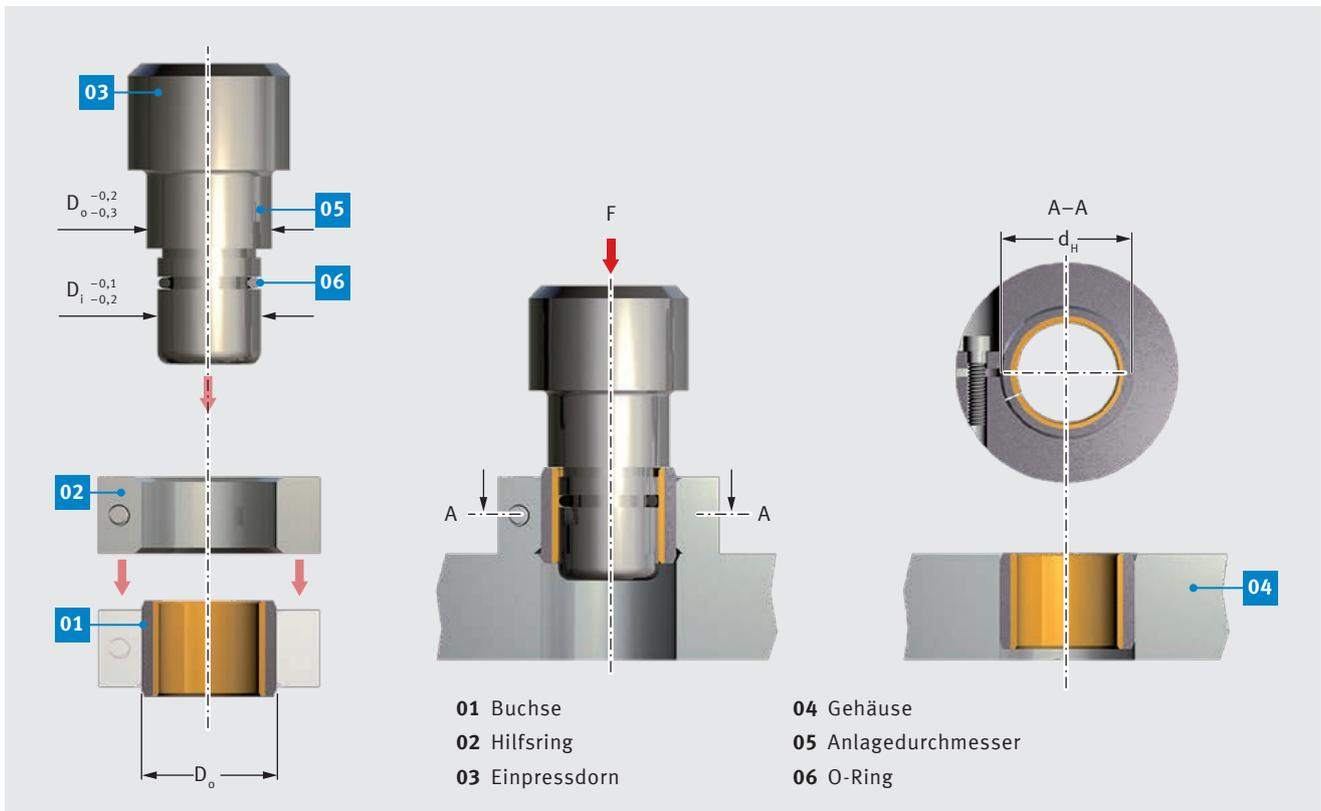

Abb. 54: Einpressen von Buchsen, $D_o \geq 55$ mm, mit Hilfsring
- Einpressen mit Dorn und mit Hilfsring gemäß Abb. 54.